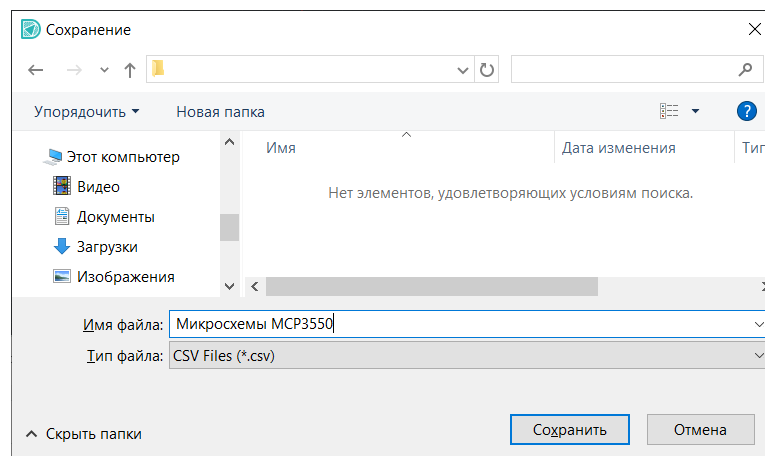

Рис. 306 Указание имени и места сохранения экспортируемого файла с данными радиодеталей
2. Укажите в окне проводника место сохранения и имя файла, см. Рис. 306.